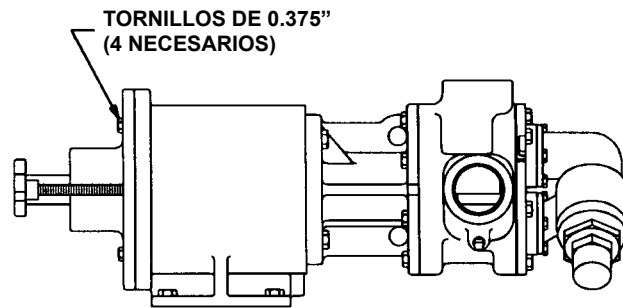

FIGURA 19
5. Instale los (4) tornillos de 0.375". Gire el eje de salida a mano para asegurarse de que la bomba gira libremente. Ver **Figura 19**.